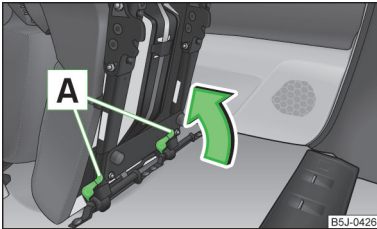

Abb. 43
- › Den Sitz am Ende der Führung durch Drücken der Sitzverriegelungen **A** » Abb. 43 in Pfeilrichtung verriegeln.
- › Ist der Sitz ausgebaut, dann ist dieser zuerst auf die Führung zu setzen und zu verriegeln » Abb. 43 auf Seite 56. Durch Hochziehen sicherstellen, dass der Sitz richtig verriegelt ist.